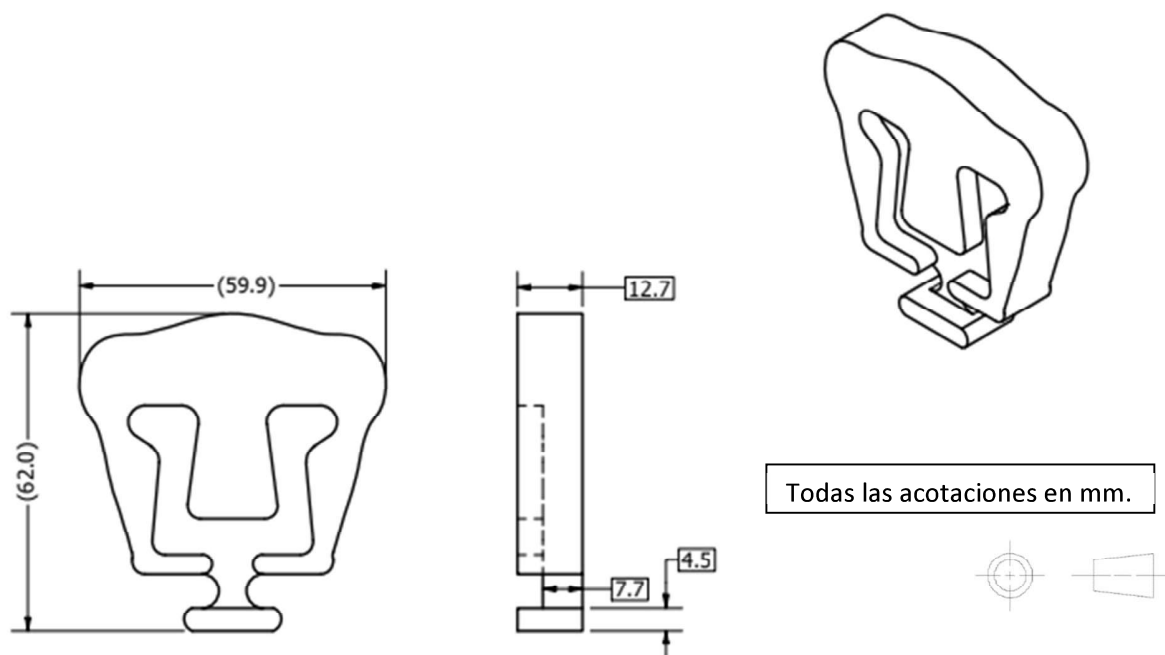

Figura 2
- 2) Genera las trayectorias de manufactura y el código G y M, para la figura 2. Utiliza una herramienta de HSS de 6.35 mm de diámetro.